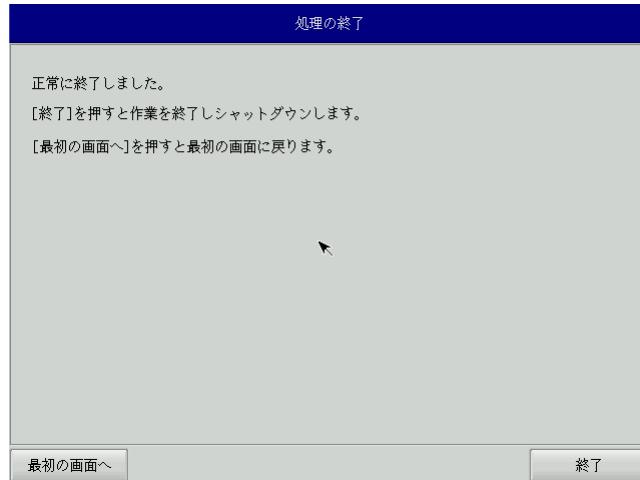

図6-4-7. 終了画面
- ⑫ 終了画面（図6-4-7）が表示されるとシステム復旧作業は完了です。[終了]ボタンを押して電源を落とし、DVDドライブ、保存メディアを外します。